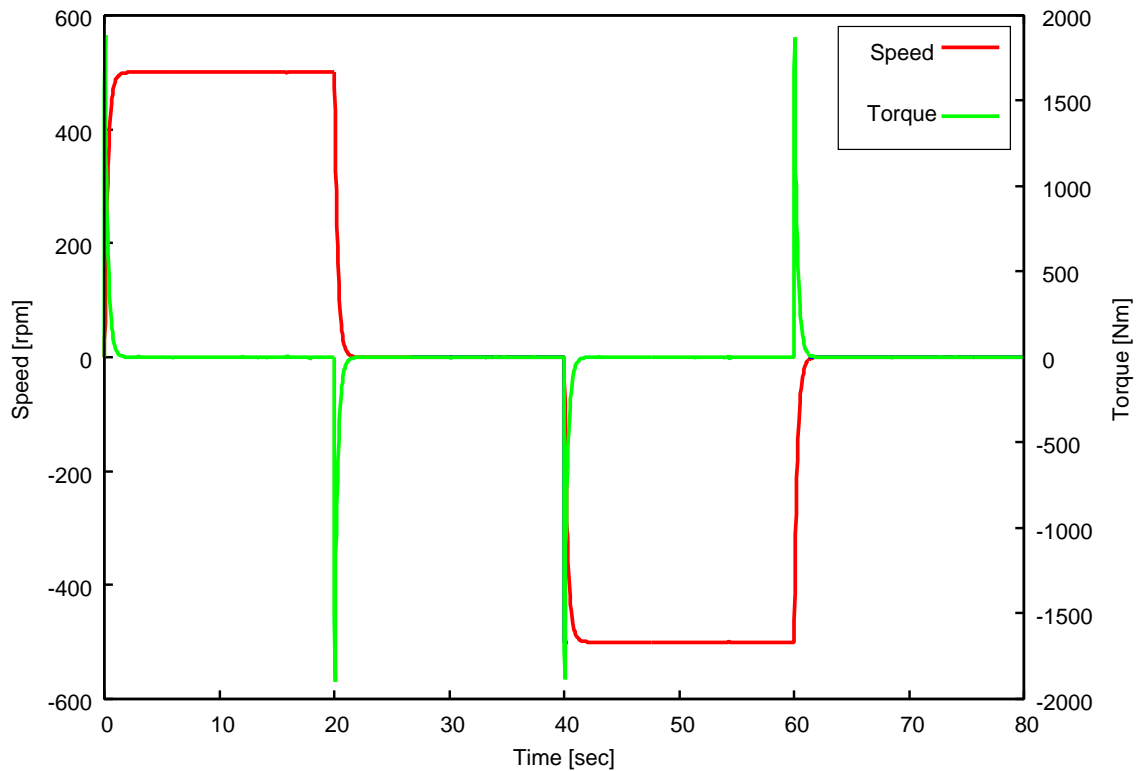
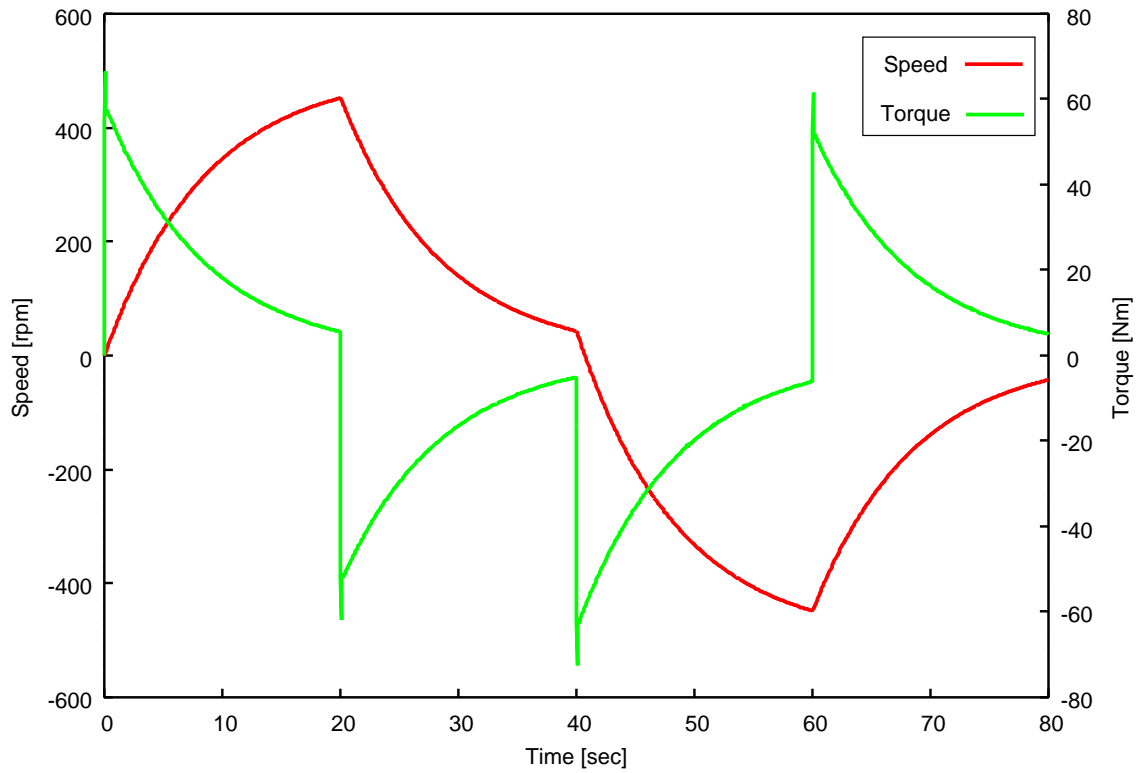

図 3. LQI 制御による DC モータの 4 象限運転のシミュレーション結果 ($r_e = 0.001$)
図 4. LQI 制御による DC モータの 4 象限運転のシミュレーション結果 ($r_e = 1$)
となる．ここで，LQI制御によるDCモータの4象限運転のシミュレーション結果を $r_e = 0.001$ のときを図3に， $r_e = 1$ のときを図4に示す．ただし，目標速度は運転開始と同時にDCモータ
の基底速度である 500[rpm]，運転開始から 20[s] 後に 0[rpm]，運転開始から 40[s] 後に -500[rpm]，運転開始から 60[s] 後に 0[rpm] と変化するように与えた．図 3,4 を見ると，(10) 式で示した評価関数の重みを $r_e = 1$ としたときは $r_e = 0.001$ のときと比べて，応答が遅く，出力トルクが小さいことがわかる．評価関数の重み r_e が大きいほど応答が遅く，出力トルクが小さいのではないかと考えられる．速やかに目標速度に到達させたい場合は評価関数を小さく設計すれば良いのではないかと考えれるが，小さすぎると出力トルクが大きくなり，モータが破壊する可能性があると考えられる．よって評価関数の重みを適切に選定する必要があると考えられる．